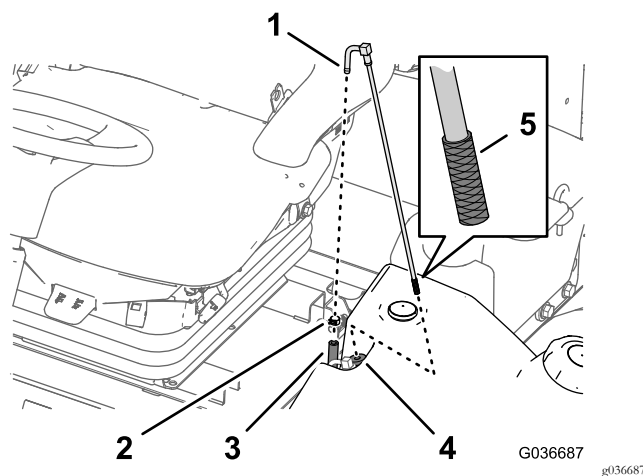

Figure 44
1. Retirez le collier qui fixe le flexible de carburant au raccord du tube d'aspiration (Figure 44).
2. Débranchez le flexible du raccord (Figure 44).
3. Soulevez et déposez le tube d'aspiration du réservoir de carburant (Figure 44).
4. Nettoyez les débris éventuellement présents sur la crépine au bout du tube d'aspiration de carburant (Figure 44).
5. Insérez le tube d'aspiration dans la bague de caoutchouc et dans le réservoir de carburant (Figure 44).